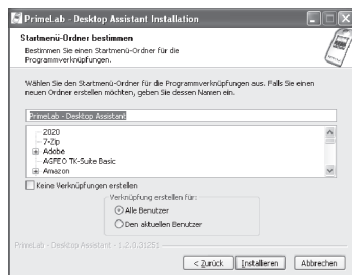

Abb. 2
- 5) Abbildung 2 zeigt den nächsten Schritt. Legen Sie hier fest, wie der Startmenü-Eintrag (der Name des Ordners, nach Klick auf „START -> Programme“) heißen soll und ob der PrimeLab Desktop Assistant nur von Ihnen oder allen Nutzern des Computers ausgeführt werden darf.